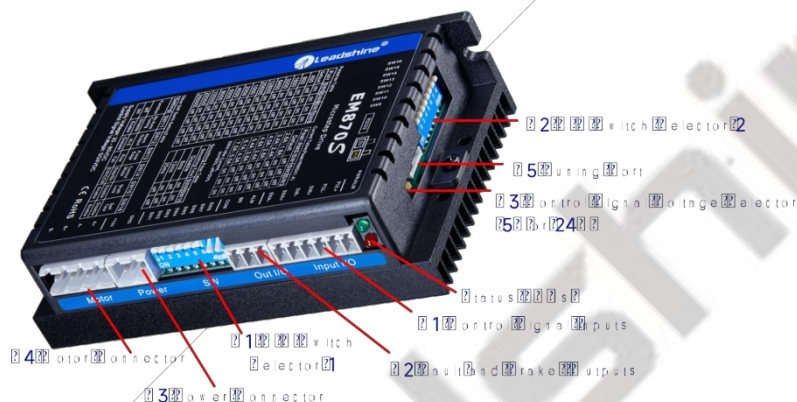

Figura 2 Ubicación de los conectores, interruptores DIP y LED
(5) La señal DIR requiere un avance mínimo de 5 µs respecto a la señal PUL en el modo de pulso único
(6) El flanco activo de PUL y DIR se configura mediante el interruptor DIP SW13
(7) El ajuste de fábrica de la tensión de la señal de control es de 24 V; si es de 5 V, es necesario configurar S3 (figura 2)
(3) La señal ENA requiere una señal DIR previa de al menos 5 µs en modo de pulso único
(4) La tensión predeterminada de la señal de control es de 24 V; si es de 5 V, hay que configurar S3 (figura 2)
(5) El tiempo de activación debe ser de al menos 200 ms
El DM870 admite señales de control diferenciales o de un solo extremo (impulso, dirección y habilitación) en conexión de colector abierto o PNP a través del conector P1 (figura 2). Se recomienda añadir un filtro de línea EMI entre la fuente de alimentación y el variador para aumentar la inmunidad al ruido del variador en entornos con interferencias.
El primer selector de 8 bits se encuentra en el lateral (selector DIP 1 en la figura 2) y se utiliza para configurar los ajustes de resolución de micropasos, corriente de salida y corriente de reposo del motor, tal y como se muestra a continuación; el ajuste de fábrica de SW1-SW8 es **OFF, OFF, OFF, OFF, OFF, OFF, ON, ON**.
El segundo conmutador DIP de 8 bits se encuentra en la parte superior (selector de conmutador DIP 2 en la figura 2) y se utiliza para configurar los ajustes del tiempo de filtrado de las órdenes de control, la autoconfiguración del motor, la impedancia de salida de fallo, el flanco activo del pulso, el modo de control, el bloqueo del eje y la autocomprobación, tal y como se muestra a continuación; el ajuste de fábrica de SW1-SW8 es **OFF, OFF, OFF, ON, ON, OFF, OFF, OFF**.
El tercer selector de 1 bit se encuentra en la parte superior (selector de interruptor DIP 3 en la figura 2) y se utiliza para configurar la tensión de las señales de control. Por motivos de seguridad en el acoplamiento óptico, el ajuste de fábrica es de 24 V, lo que elimina la necesidad de conectar resistencias de 2 kΩ como en los antiguos variadores, lo que facilita su uso. Cuando la tensión de la señal de control es de 5 V, el S3 debe ajustarse a 5 V; de lo contrario, el motor no funcionará.